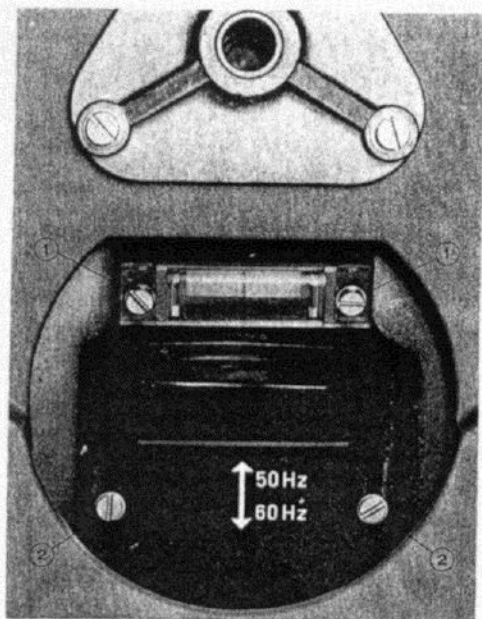

FIG. 3
Beide Plattenteller abnehmen. An der Oberkante der schwarzen Stroboskopplatte ist die Glimmlampe unter einer Zylinderlinse angebracht. Nach Lösen der beiden Schrauben Bild 3, (1) links und rechts neben der Zylinderlinse kann diese und die darunter liegende Glimmlampe mit ihrem Plastikgehäuse abgehoben werden. Danach lassen sich die beiden Kabelschuhe der Zuleitung entfernen.
Ein Auswechseln dieser Teile dürfte normalerweise unnötig sein. Jedoch können Spiegel und Linsenprisma im Laufe der Zeit verschmutzen. Zur Reinigung entfernen man die beiden Schrauben, Bild 3 (2). Dann lässt sich der Glühlampenträger mit dem Linsenprisma abnehmen.